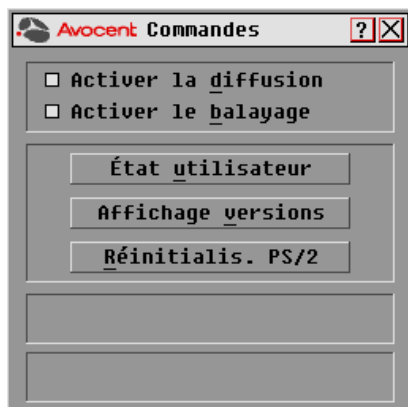

Figure 3.3 : Boîte de dialogue Commandes de l'interface OSCAR
2. Cliquez sur *Commandes* pour ouvrir la boîte de dialogue Commandes, comme indiqué à la Figure 3.3.
- Cliquez sur *Commandes* pour ouvrir la boîte de dialogue Commandes, comme indiqué à la Figure 3.3.